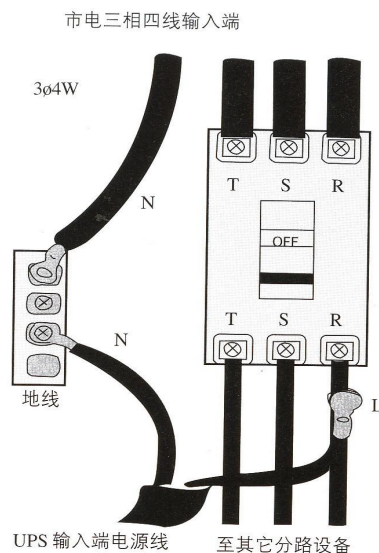

图 3.4
14. 接线至配电盘时，请避免和其它设备共用开关，尽量接到市电源头处，如图 3.4。